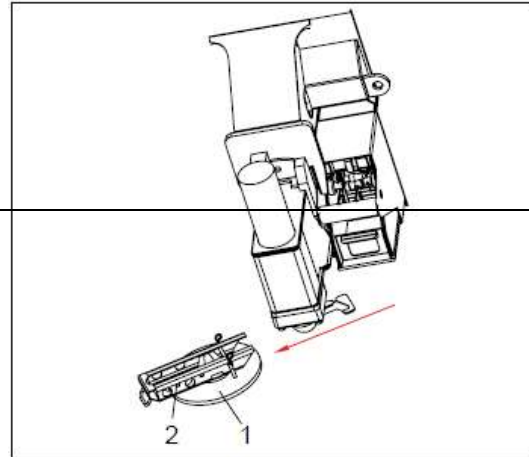

Fig. 4-63
2) Retire o suporte de conexão na seta direta mostrada na Fig. 4-63. Alinhe o centro do amortecedor do estabilizador com o centro do estabilizador.